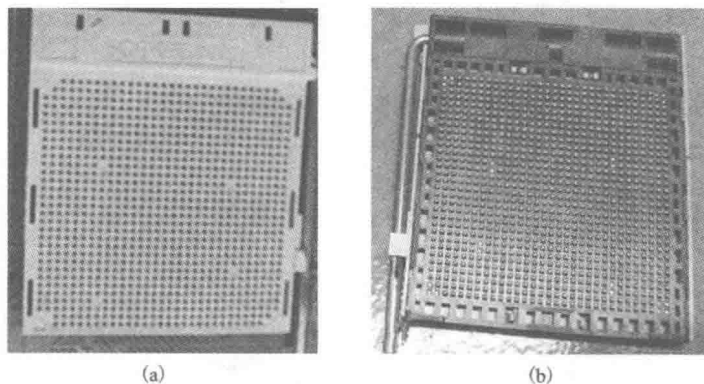
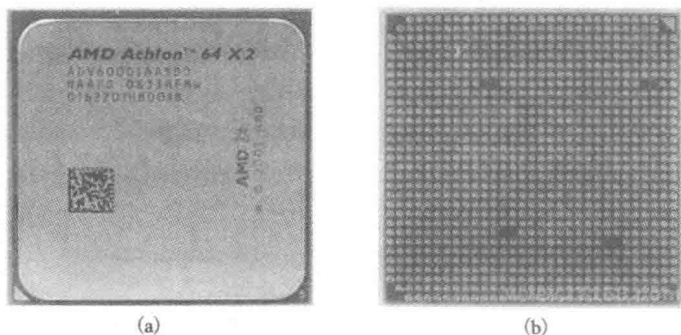

图 1-7 AMD (AM2) CPU 脚座
图 1-8 AMD (AM2) CPU
(1) AMD (AM2) CPU 脚座及 CPU(图 1-7、图 1-8)